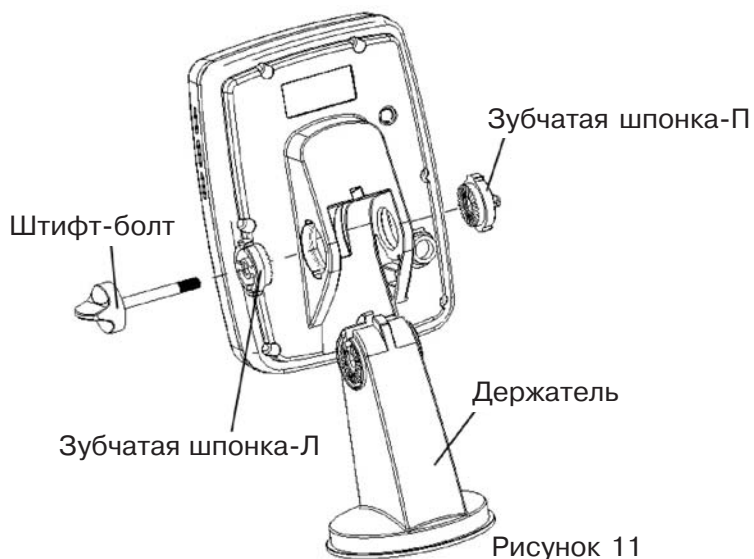

Рисунок 11
**Примечание:** при установке зубчатых шпонок обратите внимание на рисунок 11. Если их перепутать местами, возникнет неудобство при наклоне головного устройства.